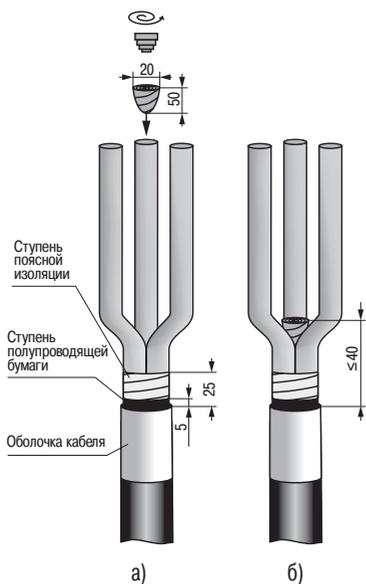

Рисунок 9.
4.21 На расстоянии 5 мм от среза оболочки наложить временный бандаж на полупроводящий бумажный экран из 2–3 витков ХБ нити. Ленты экрана удалить от края поясной изоляции до бандажа. Бандаж удалить (рисунок 9а).
4.23 Из короткой ленты герметика сделать конус и тщательно вдавить его в «корешок» разделки кабеля. После уплотнения расстояние от края герметика до среза оболочки не должно превышать 40 мм (рисунок 9б).